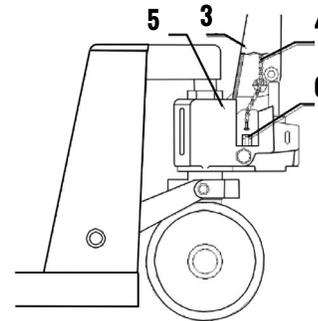

Fig.2
3.4 Introduzca la cadena 4 de la palanca a través del orificio central del eje del perno 1. Revise la Fig.2.
3.5 Coloque el tornillo y la tuerca al final de la cadena 4 en la ranura de la placa de la palanca 6. Revise las Fig.2 y Fig.4.